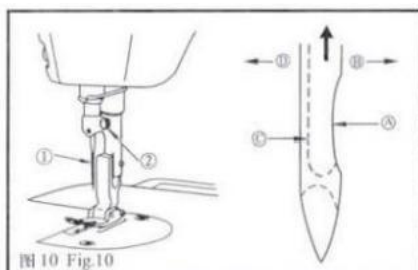

图10 Fig.10
4. 机针的装法 (图10)
4. ATTACHING THE NEEDLE (FIG.10)